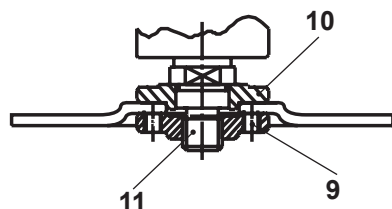

Fig. 14
- Discos finos (< 4 mm) com o centro curvado: coloque a parte saliente do flange de aperto para o lado de fora do disco (Fig. 14).